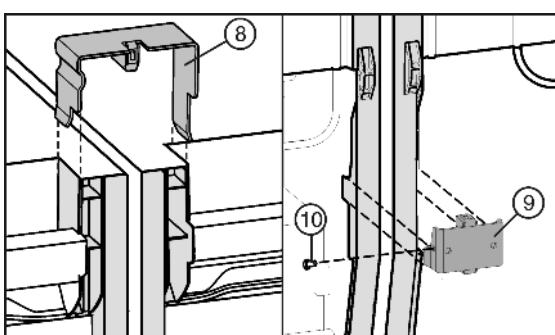

Fig. 7
- Вставьте соединительную скобку Fig. 7 (8) вверху в средние боковые стенки.
- Вставьте соединительный уголок Fig. 7 (9) снизу в соответствующий вырез.
- Если соединительный уголок сидит свободно, установите винт Fig. 7 (10).